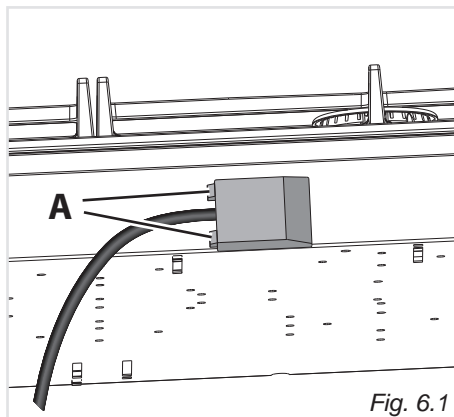

Fig. 6.1
- Sganciare il coperchio della morsettieria inserendo un cacciavite nei due agganci “A” (fig. 6.1).